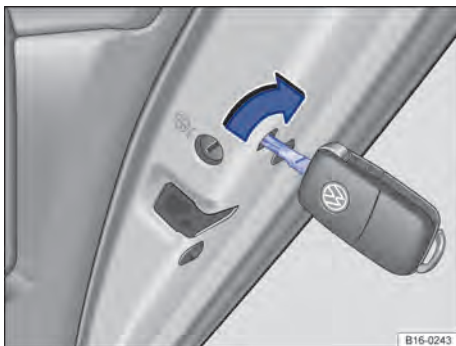

Fig. 210 Na parte dianteira da porta traseira direita: travamento de emergência do veículo com a chave do veículo.
- Inserir a haste da chave na fenda que se encontra atrás da abertura e girar na porta direita no sentido horário ⇒ Fig. 210 (seta), analogamente na porta esquerda girar no sentido anti-horário.